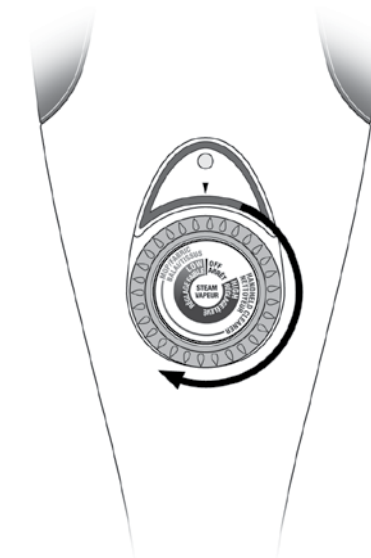

FIGURE 9
2. Tournez le cadran de réglage de la vapeur, placé à la position « OFF », jusqu'au réglage de vapeur désiré (FIGURE 9). Le voyant d'alimentation s'allumera immédiatement pour indiquer que l'appareil est sous tension et qu'il chauffe.